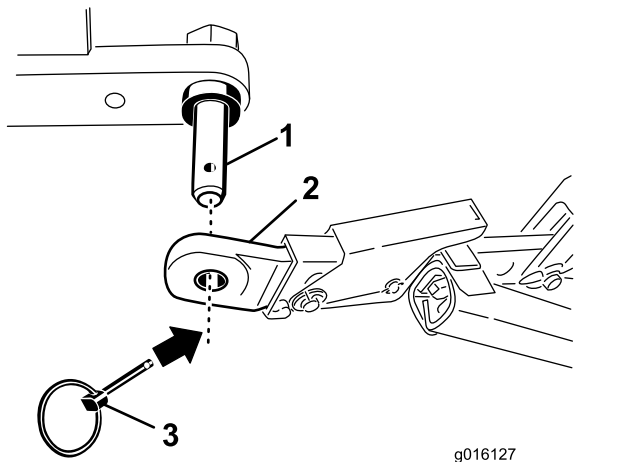

Figura 3
4. Prenda os braços de articulação inferiores aos pinos de montagem do arejador com pinos de sujeição (Figura 3).